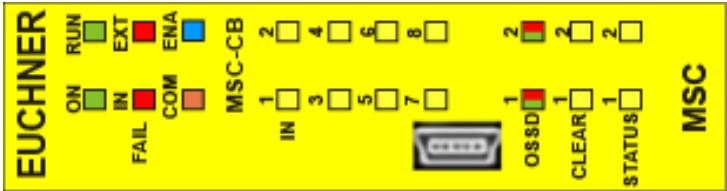

Fig. 16 :
8.3.1. Module de base MSC-CB (Fig. 16)